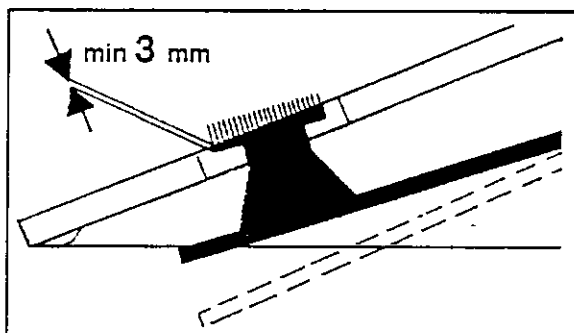

Fig. 4-37
- in caso di asportazione di 3 mm di materiale dalla testa del perno, per es. con la molla a balestra piegata (Fig. 4-37).